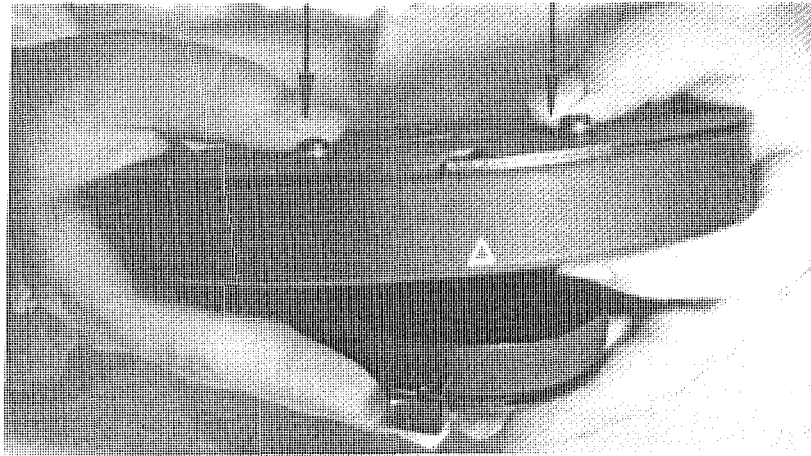
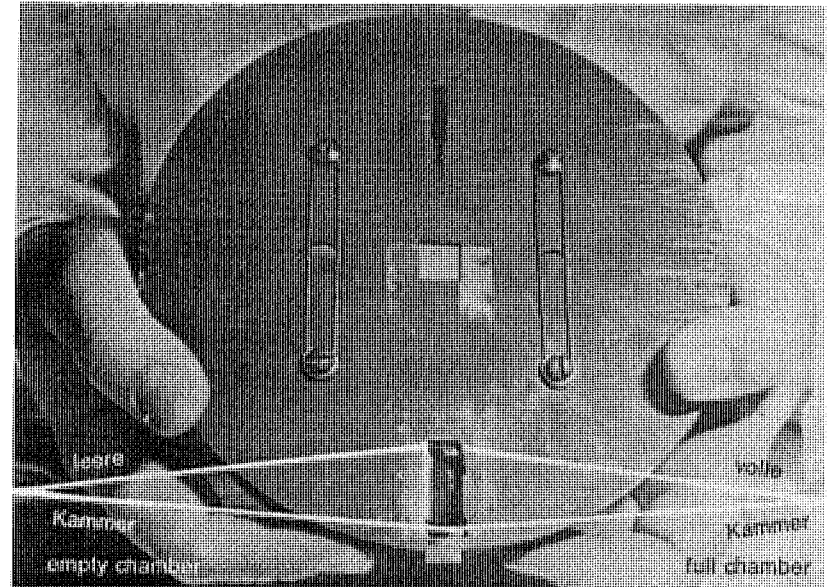

Abb. 2
Abb. 4
Drücken Sie mit dem Daumen auf die zwei Haltebolzen des Antriebs, und fangen Sie diesen mit Ihren Fingern auf. Abb. 2
4.2.1. Drücken Sie auf die Sperrklinke des Magazinbodens Abb. 3 und drehen Sie diese so weit, bis die volle Kammer Abb. 4 in der Ladeöffnung der Bodenplatte erscheint. Der auf dem Magazingehäuse sichtbare Markierungspfeil muß unterhalb des „Rastvorsprunges“ der Bodenplatte stehen Abb. 2
Siehe Abb. 2